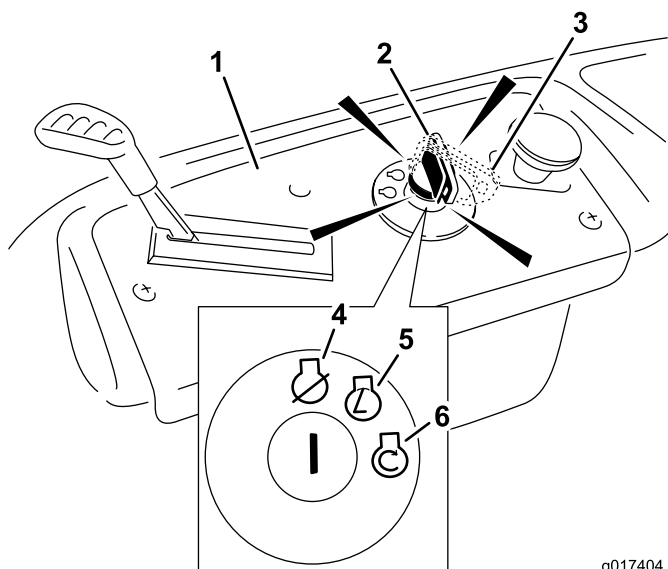

Bild 14
4. Drehen Sie den Zündschlüssel auf Start, um den Anlasser zu aktivieren (Bild 14).
5. Schieben Sie nach dem Anspringen des Motors den Chokehebel langsam rein (Bild 14).
3. Stellen Sie den Zündschlüssel auf „Aus“ (Bild 14) und ziehen Sie ihn ab.